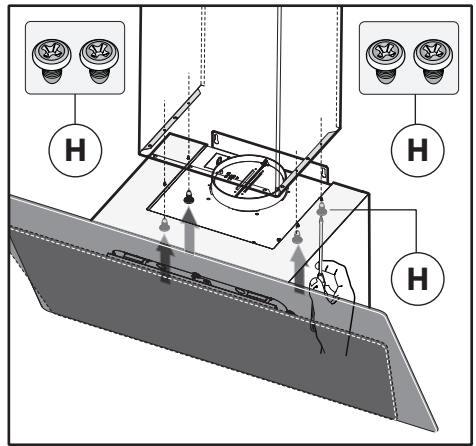

Fig.9B
- Fastspænd det nederste panel til emhætten med de medfølgende skruer **H** (Fig.9B).